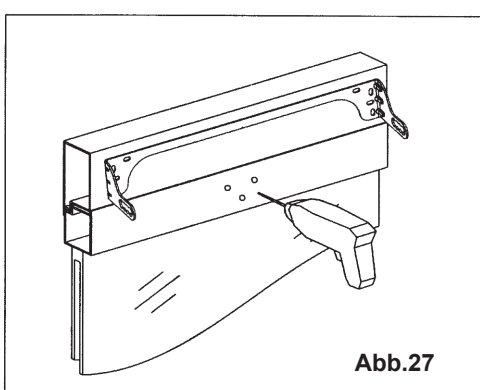

Abb.27
- 6) **Abb. 27/28-** Mit einer dazu geeigneten Bohrmaschine 3 Löcher mit $\varnothing 3,7$ auf den Flügel ausführen und den Bügel mit den zweckmäßigen Schrauben befestigen.